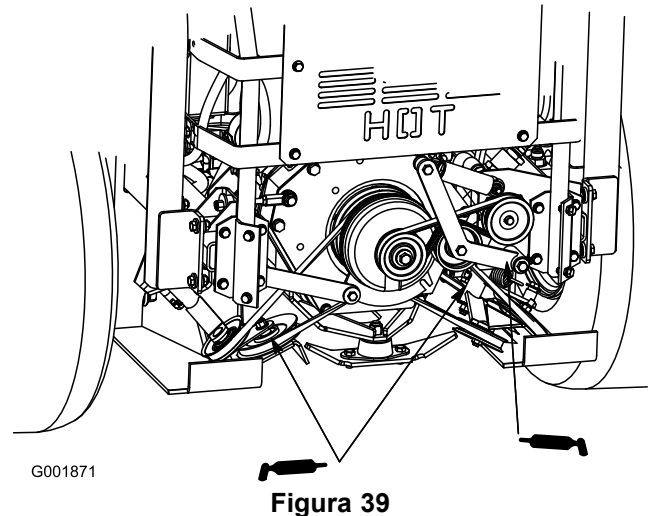

Figura 39
1. Engrase el brazo tensor de la correa del ventilador de refrigeración (Figura 39).
2. Engrase los brazos tensores de la correa de transmisión (Figura 39).